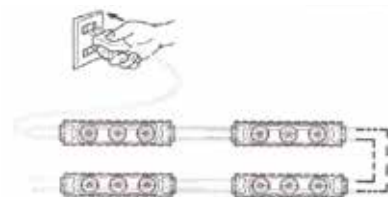

Fig 1
3. No conectar con los LED agrupados (Fig 1).